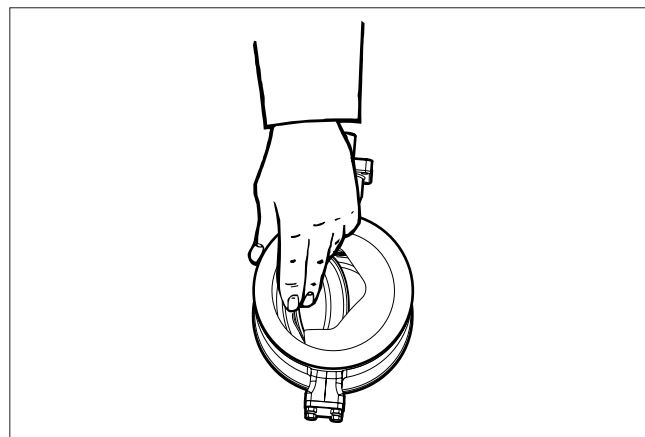

Fig. 28 Få sædet til at glide ind i huset
- Placér sædepakken i huset som vist i fig. 28 og 29.